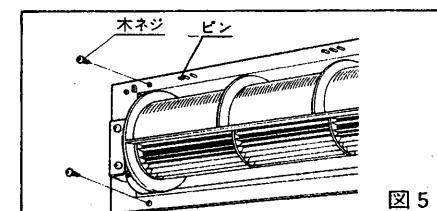

図 5
- (4)本体を付属の木ネジで木枠に直接取付けてください。（図5）